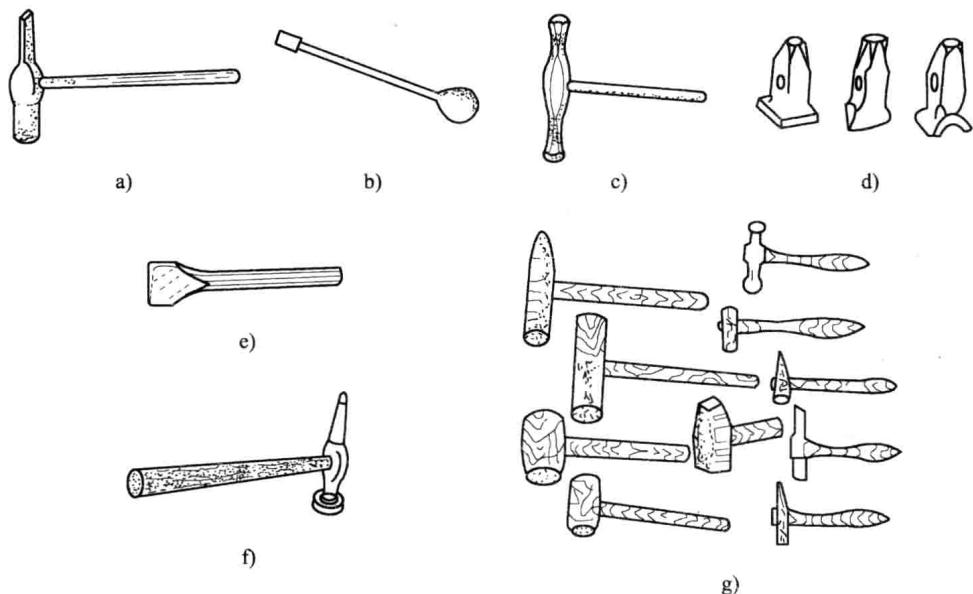

图 1—7 锤子
(3) 拱锤 主要用于圆弧形工件的整形和制作，如整修或配制小型车的轴端盖等，如图 1—7c 所示。
- (4) 中间锤 为了使工件避免直接捶击而使用中间锤, 如图 1—7d 所示。
- (5) 平头整形锤 主要用于修整箱形角等部位, 如图 1—7e 所示。